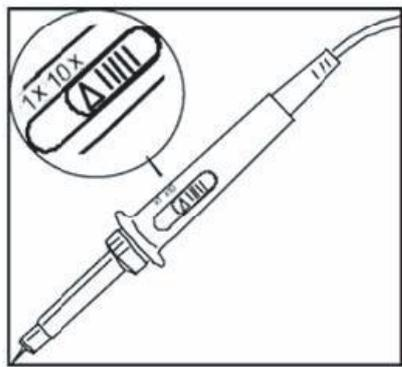

Figura 1.5. Configurando o Seletor de Atenuação
- ①. Conecte a ponta de prova na entrada CH1 e selecione o seletor de atenuação da ponta de prova para 10X (Figura 1.5).